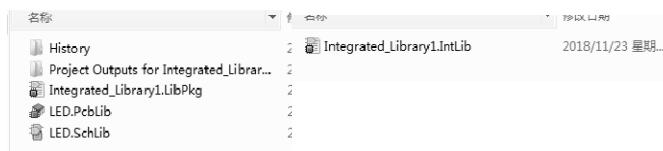

图 6-58 集成库文件
(6) 编译完成之后，在文件夹“Project Outputs for Integrated_Library1”中，会自动生成一个“Integrated_Library1.IntLib”文件，这个文件就是集成库文件，如图 6-58 所示。